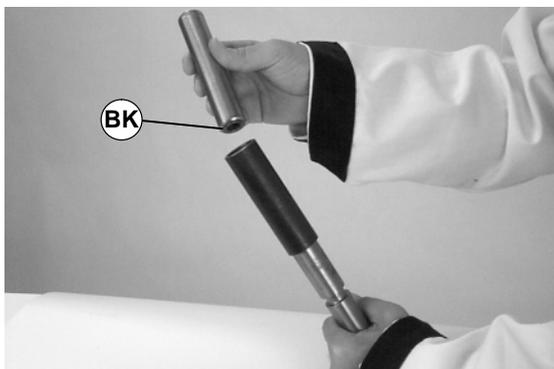

Abbildung 44
4. Das offene Ende der Welle (BK siehe Abbildung 44) in die Hülse plazieren.